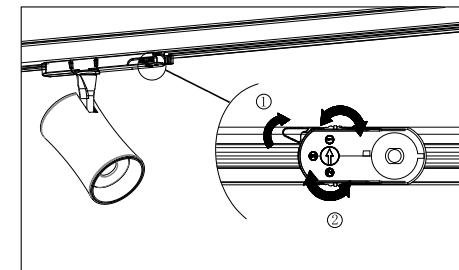

Рис. 3
- 5.8 Выберите фазу питания светильника с помощью кругового переключателя на адаптере (положения 1, 2 или 3) (рис. 3).